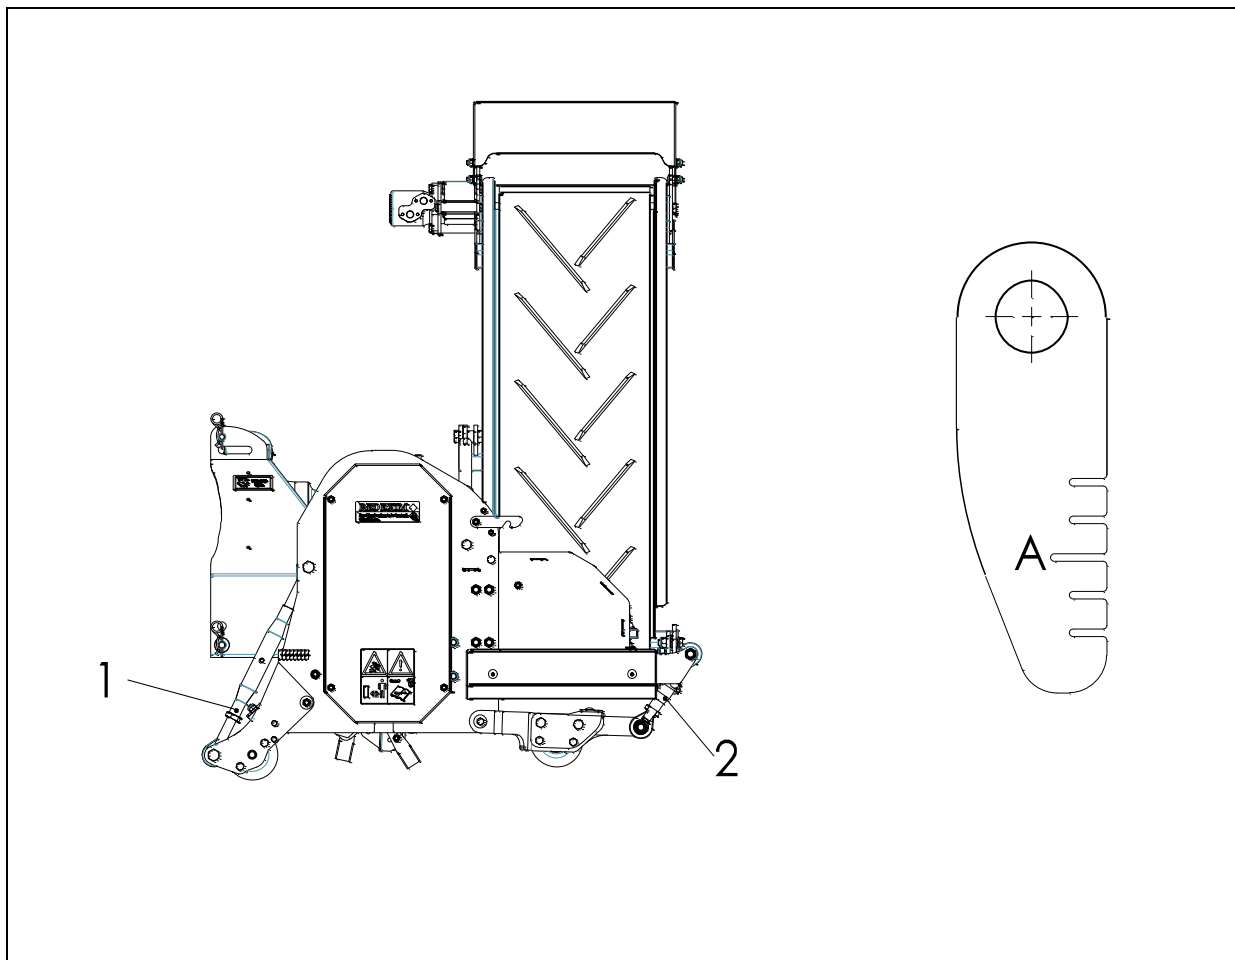

Fig.11
1. Regolare i mandrini posteriori (2) nella posizione corretta (A); utilizzare l'indicatore (vedere fig. 11) e bloccarlo serrando il controdado.
2. Regolare i mandrini anteriori (1) su entrambi i lati della macchina fino a raggiungere la profondità di lavoro desiderata e bloccarli stringendo il controdado.